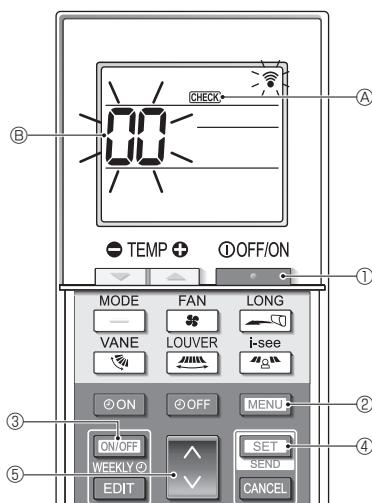

Fig. 7-6
7.3.2. Бездротовий пульт дистанційного керування (Fig. 7-6)
■ Самодіагностика (Fig. 7-6)
- Натисніть кнопку ① для зупинки кондиціонера.
- Якщо ввімкнено тижневий таймер (увімкнено режим **WEEKLY**), натисніть кнопку ③, щоб його вимкнути (режим **WEEKLY** вимкнено).
- Натисніть і тримайте кнопку ② протягом 5 секунд.
- З'являється напис **CHECK** ④, і блок переходить у режим самодіагностики.
- Натисніть кнопку ⑤, щоб вибрати адресу холодаагенту (адресу M-NET) ⑥ внутрішнього блока, для якого потрібно виконати самодіагностику.
- Натисніть кнопку ④.
- Натисніть кнопку ①.
- Зникає напис **CHECK** ④ і адреса холодаагенту (адреса M-NET) ⑥ — самодіагностику завершено.